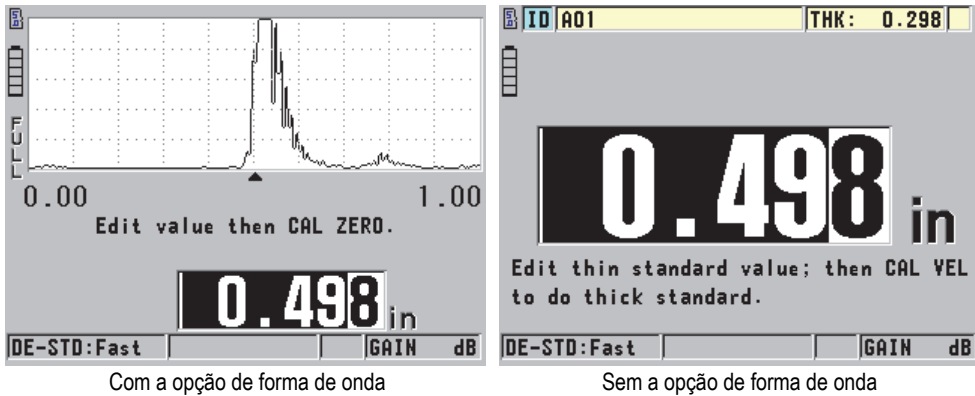

Figura 5-5 Calibração da velocidade do som em um bloco de teste de cinco degraus
1. Para realizar a calibração da velocidade do som no material usando um aparelho com o sem o software opcional Waveform (veja Figura 5-5 na página 68):